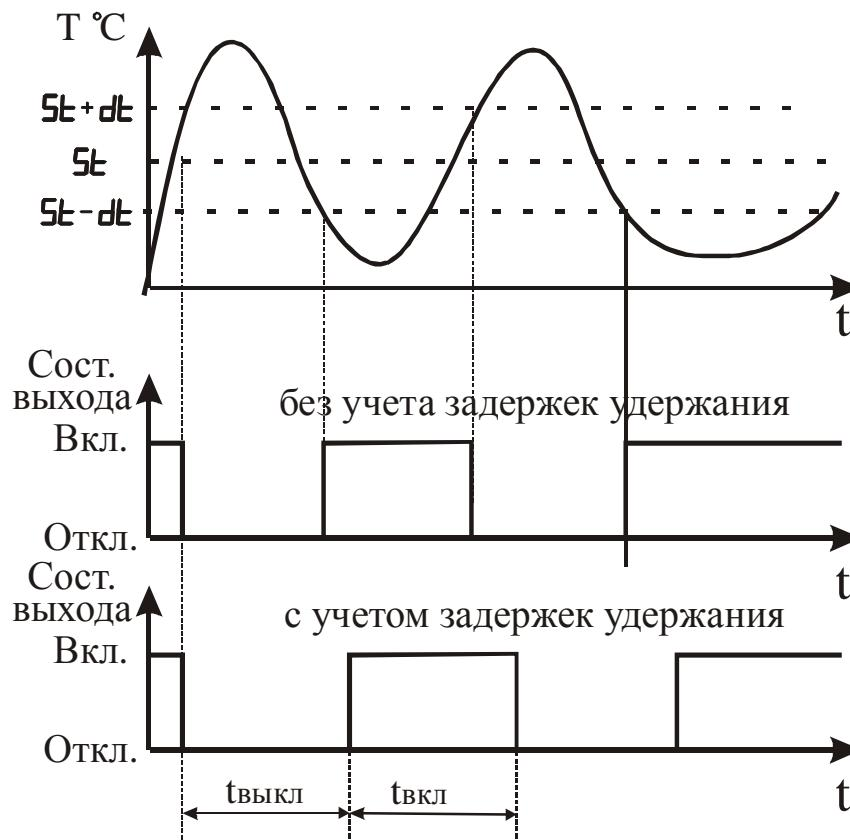

Рисунок 3.18 – Влияние параметров “Удержание замкнутым выходного устройства” и “Удержание разомкнутым выходного устройства” на состояние выходного устройства
3.3.3.6 Параметры “Удержание замкнутым выходного устройства” и “Удержание разомкнутым выходного устройства” задают минимальное время удержания выходного устройства в замкнутом и разомкнутом состоянии. Прибор удерживает выходное устройство в соответствующем состоянии в течение заданного времени, если даже по логике работы прибора должно произойти переключение (см. рисунок 3.18).